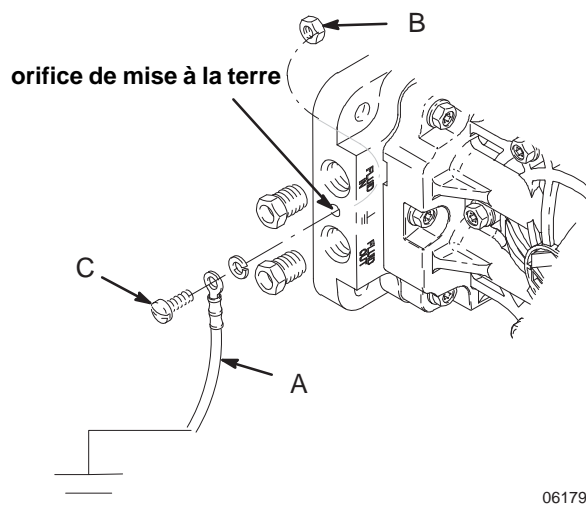

FIG. 1
Les pompes en polypropylène ou en PVDF ne sont **pas** conductrices. Si l'on pompe des produits inflammables conducteurs, **toujours** relier l'ensemble du système produit à la terre en veillant à ce que le produit soit raccordé électriquement sur une vraie terre. Voir FIG. 1. Ne **jamais** utiliser une pompe en polypropylène ou en PVDF avec des produits inflammables non conducteurs comme prescrit par la réglementation locale en matière de protection contre les incendies. Consulter son fournisseur de produits pour connaître la conductivité ou la résistivité du produit utilisé.
Pompe : Raccorder un fil de terre (A) avec attache, référence 222011. Voir FIG. 1. Les emplacements de mise à la terre de la pompe se situent sur le collecteur entre les orifices de sortie et d'entrée. Utilisez l'écrou (B) et le boulon (C) qui sont fournis avec la pompe, et procédez au montage comme suit :